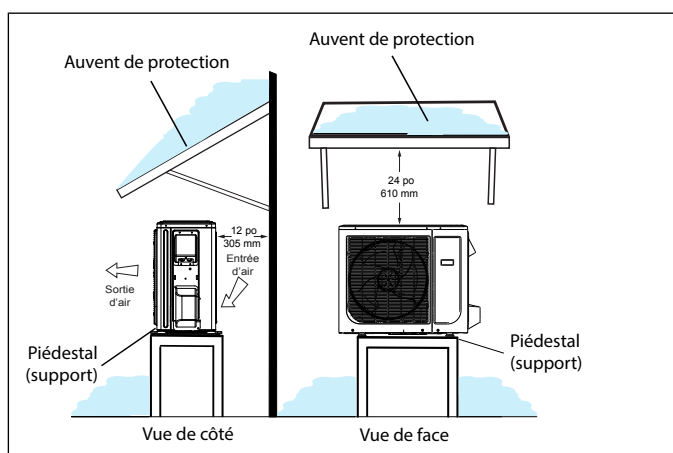
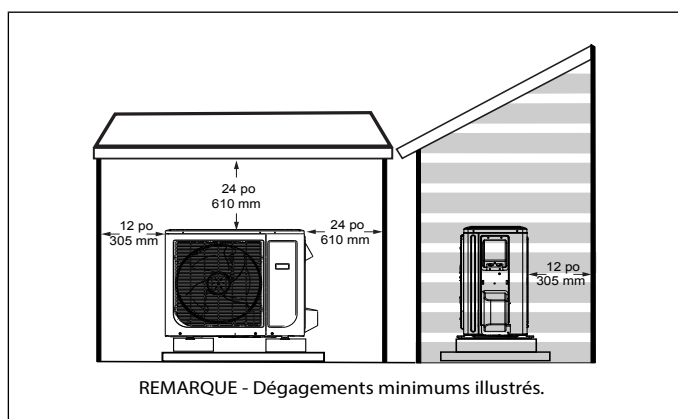

Figure 17. Unité extérieure sur piédestal avec auvent de protection
Figure 18. Abri de style niche à chien
- Si l'unité extérieure peut être exposée de manière prolongée aux rayons directs du soleil et atteindre des températures dépassant 100 °F (38 °C), il est recommandé de construire un auvent comme illustré à la « Figure 17. Unité extérieure sur piédestal avec auvent de protection » ou à la « Figure 18. Abri de style niche à chien ».